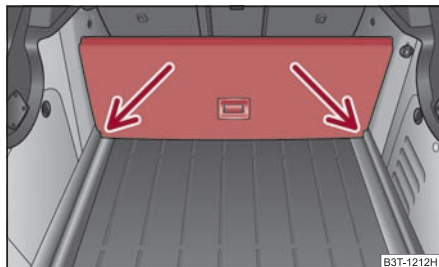

Fig. 98 Maletero: Separación del maletero
- Levantar la parte con fijación tirando de la empuñadura y asegurarlo introduciéndolo en las ranuras ⇒ fig. 98. ■